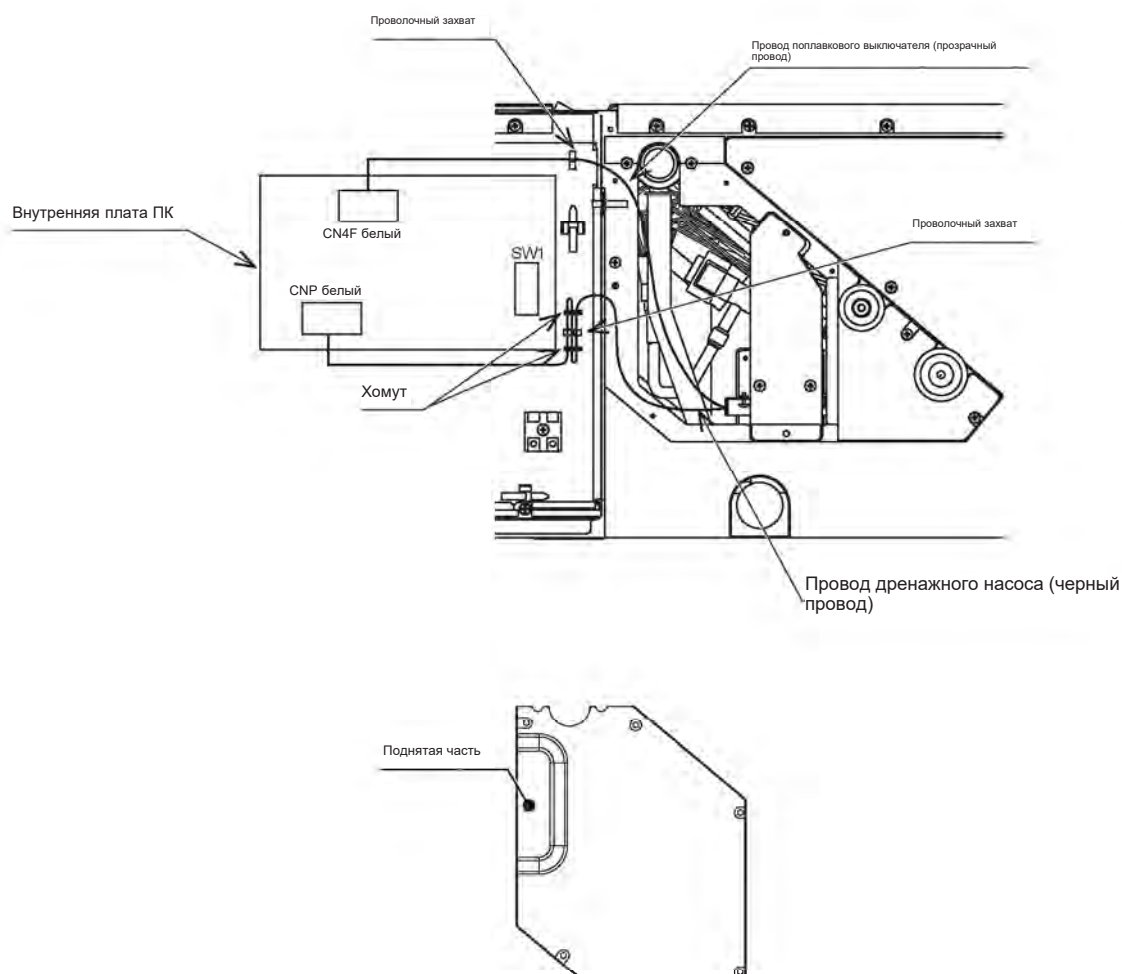

Рис. 4-1
1. Проведите провода насоса (рис. 4-1)
2. Подсоедините провода насоса к блоку управления внутреннего блока (Рис. 4-1)